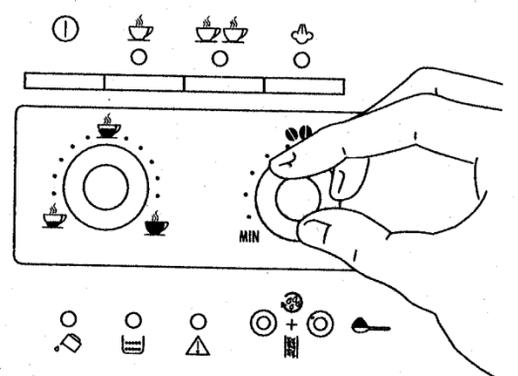

Рис. 7
- 2) Поверните правую ручку, рис. 7, для установки необходимого количества молотого кофе. Чем больше вы поворачиваете ручку по часовой стрелке, тем большее количество зерен кофе будет помолото и тем крепче будет приготовленный кофе. При первом использовании необходимо путем проб приготовить несколько чашек кофе, чтобы определить правильное положение ручки. Будьте внимательны и не поворачивайте ручку по часовой стрелке слишком сильно, так есть вероятность получить слишком медленное вытекание готового кофе (каплями).
ПРИМЕЧАНИЕ 2: если пенка на кофе неудовлетворительная, поверните немного по часовой стрелке правую ручку, рис. 7. in senso orario. Выполните несколько проб, не переусердствуйте, так как выливание кофе может оказаться